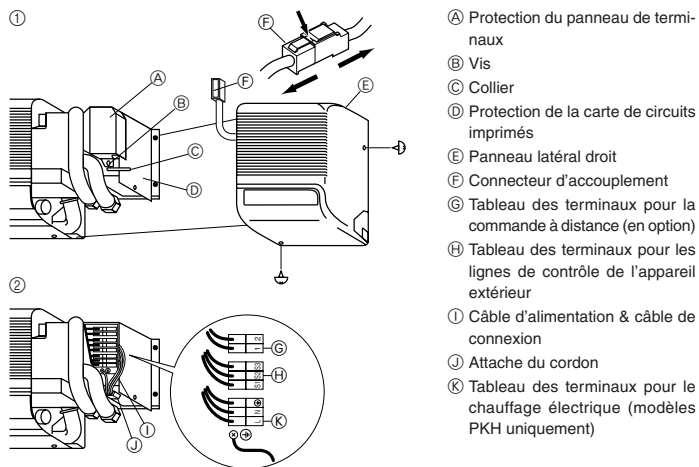

Fig. 6-1
- (B) Vis
- (C) Collier
- (D) Protection de la carte de circuits imprimés
- (E) Panneau latéral droit
- (F) Connecteur d'accouplement
- (G) Tableau des terminaux pour la commande à distance (en option)
- (H) Tableau des terminaux pour les lignes de contrôle de l'appareil extérieur
- (I) Câble d'alimentation & câble de connexion
- (J) Attache du cordon
- (K) Tableau des terminaux pour le chauffage électrique (modèles PKH uniquement)
6.1. Appareil intérieur (Fig. 6-1)
- ① Déposer le panneau latéral droit.